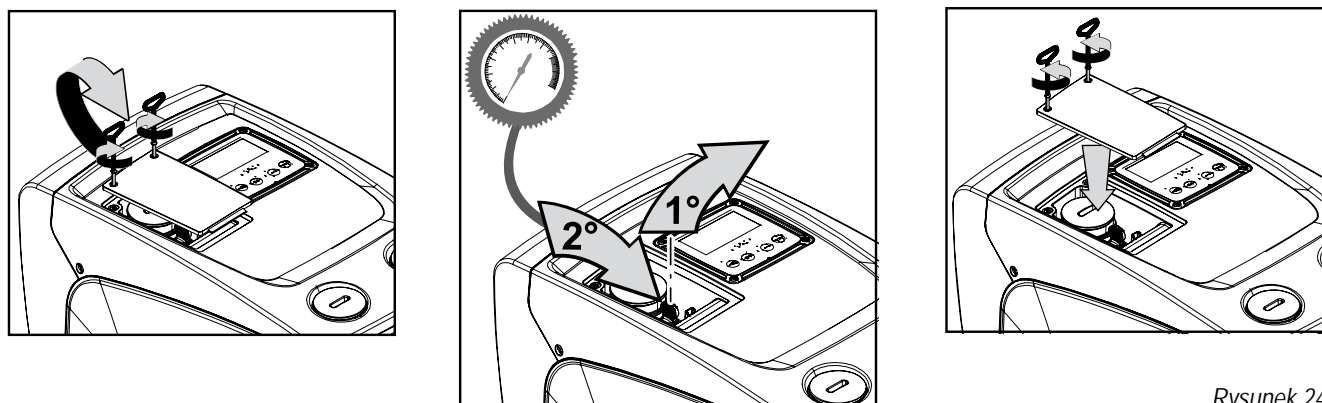

Rysunek 23
2. podnieść gumową pokrywę korka dostępu do wału silnika (*Rys.23*);
3. przy użyciu klucza sześciokątnego na 10mm, usunąć korek dostępu do wału silnika (*Rys.23*);
4. wprowadzić płaski śrubokręt do zespołu wału silnika i manewrować w 2 kierunkach rotacji (*Rys.23*);